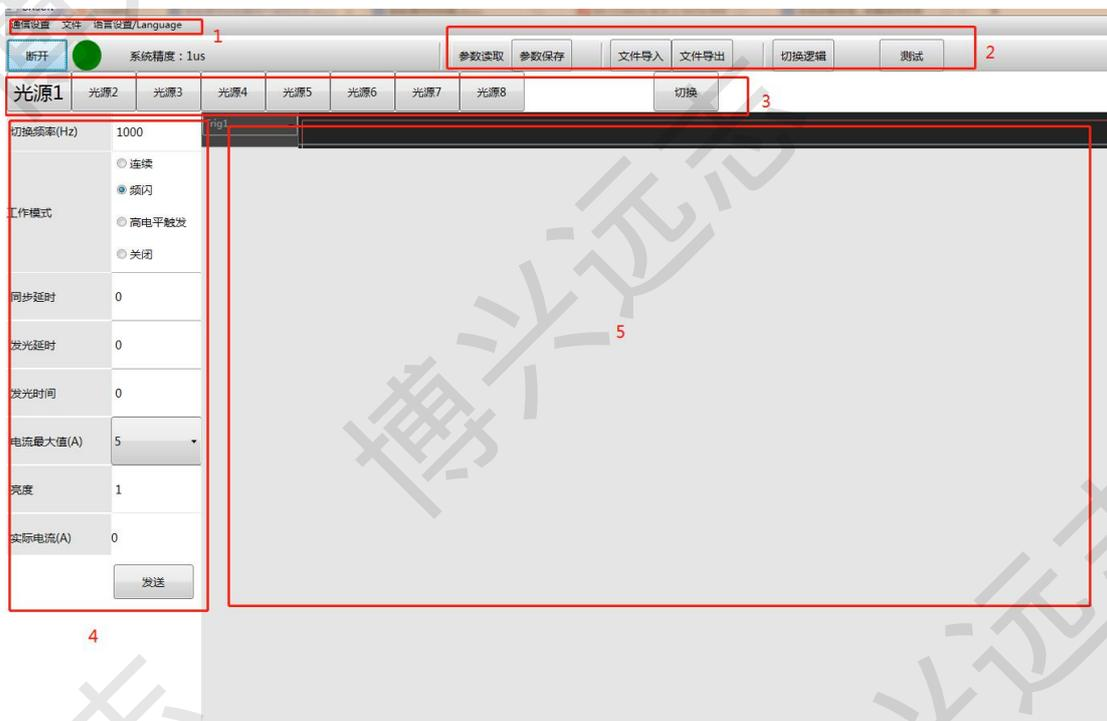

图 4-1 上位机界面
双击“BX-OpenControl.exe”，打开上位机软件如下图 4-1 所示，其中①②③④⑤分别代表菜单栏、功能设置、光源通道选择、参数设置区域、时序显示区域。